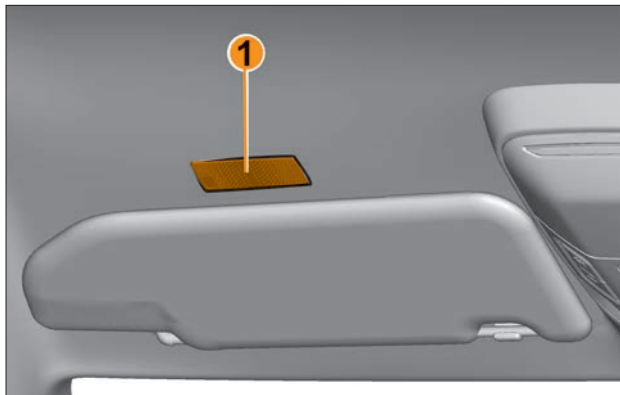
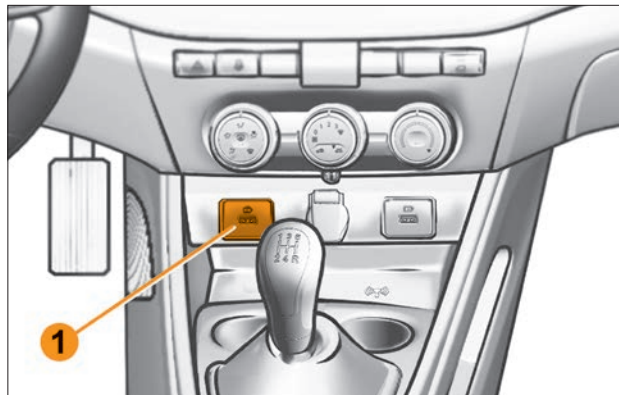

Рис. 4.7.4. Микрофон MMC LADA EnjoY Vision Pro
Рис. 4.7.5. USB-разъем для подключения USB-накопителя
Перед солнцезащитным козырьком водителя расположен микрофон **1** (рис. 4.7.4) MMC LADA EnjoY Vision Pro. MMC LADA EnjoY Vision Pro имеет возможность подключения USB-накопителя. USB-разъем **1** (рис. 4.7.5) для подключения USB-накопителя расположен на облицовке тоннеля пола. Данный USB-разъем может быть использован и для зарядки аккумуляторов внешних периферийных устройств (планшетный компьютер, смартфон) с номинальным напряжением 5 вольт (V) и номинальным током нагрузки не более 2 ампер (A).